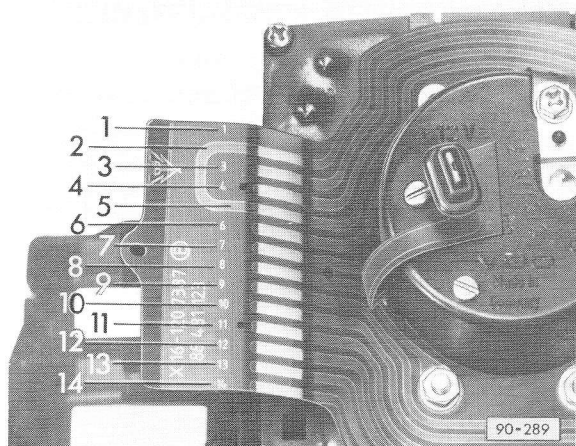

Fig. 1 Disposition des raccords sur la connexion à fiche multiple
- Disposition des raccords sur la connexion à fiche multiple — fig. 1